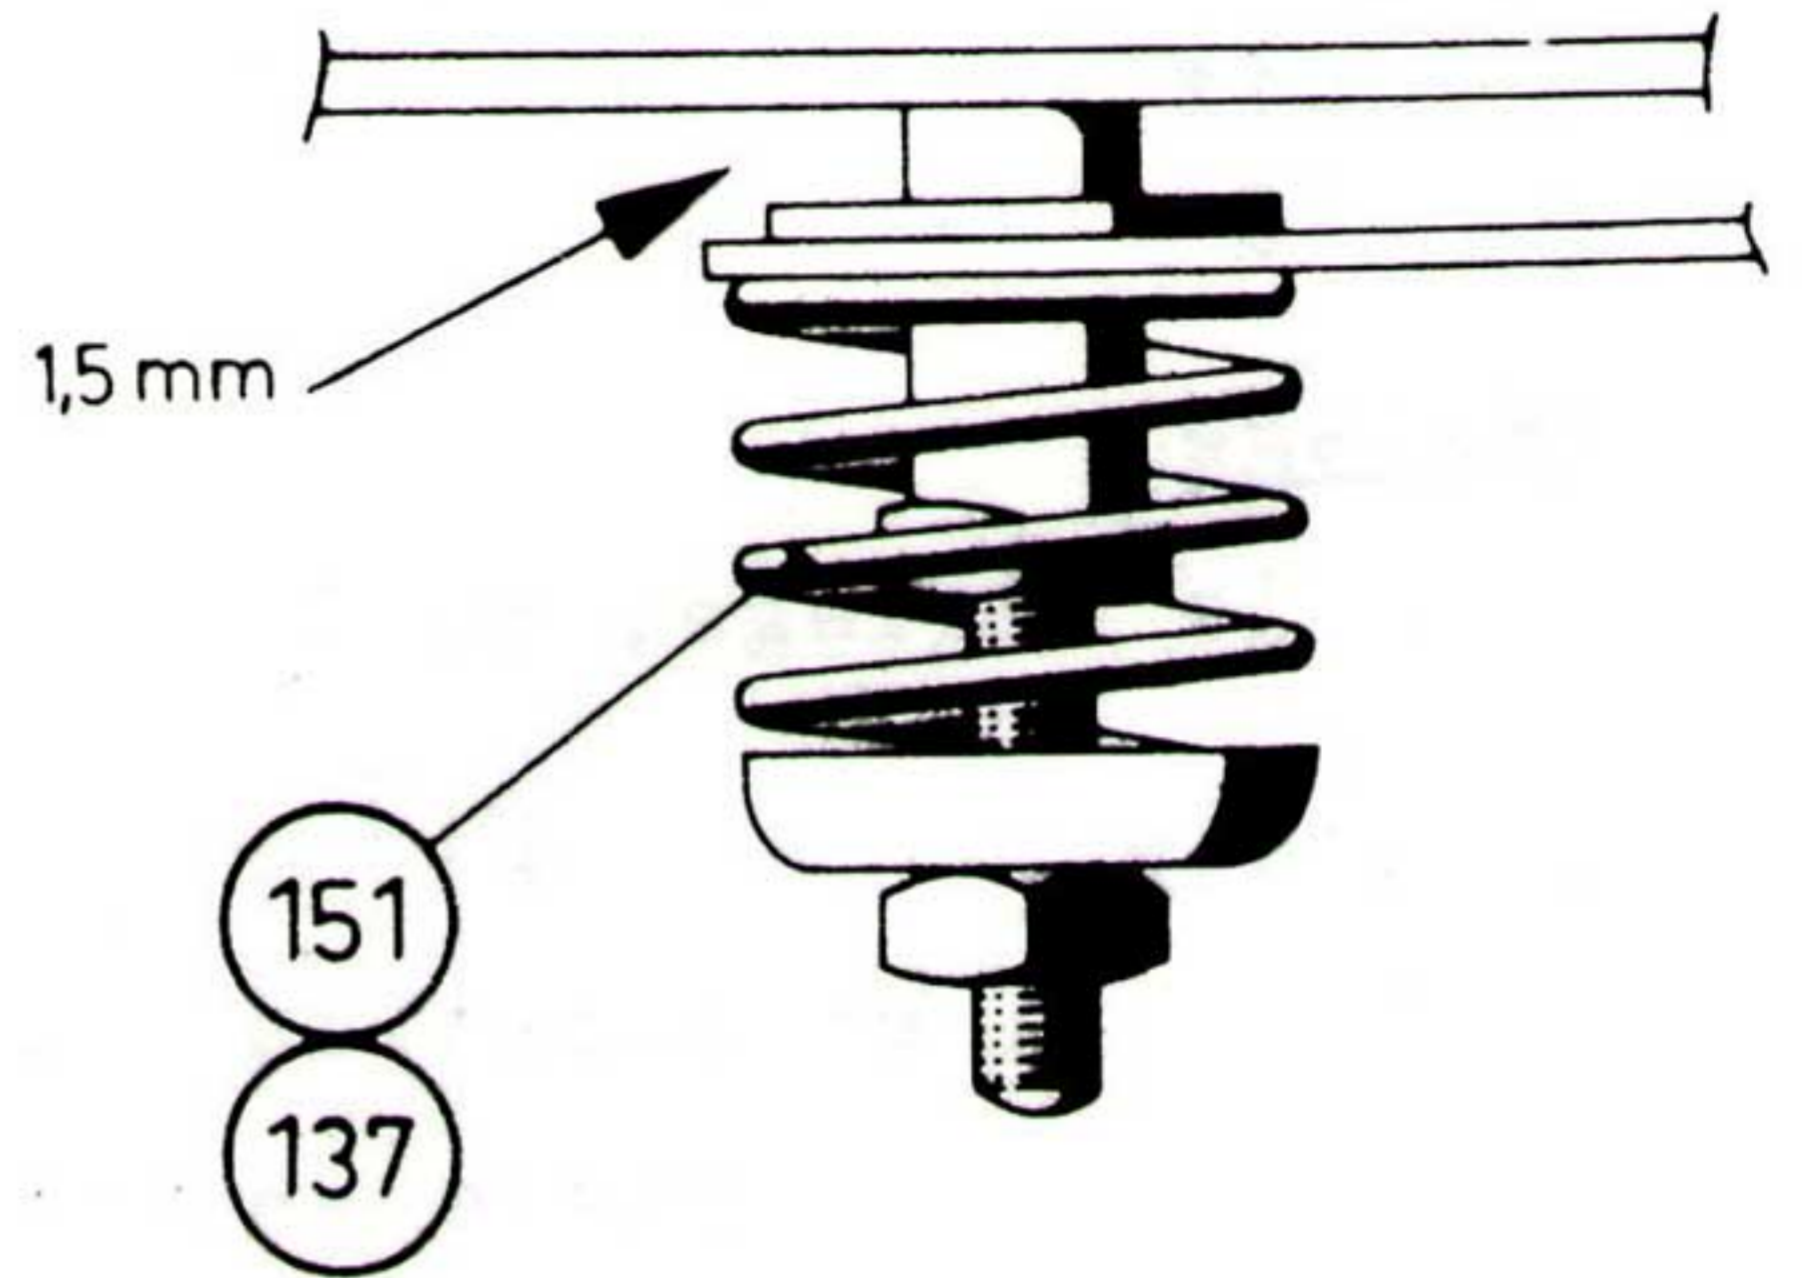

Fig. 7
9. L'écartement entre la face supérieure de la plaque de montage du moteur et la surface inférieure des étriers de suspension doit être de 1,5 mm (voir la fig. 7).